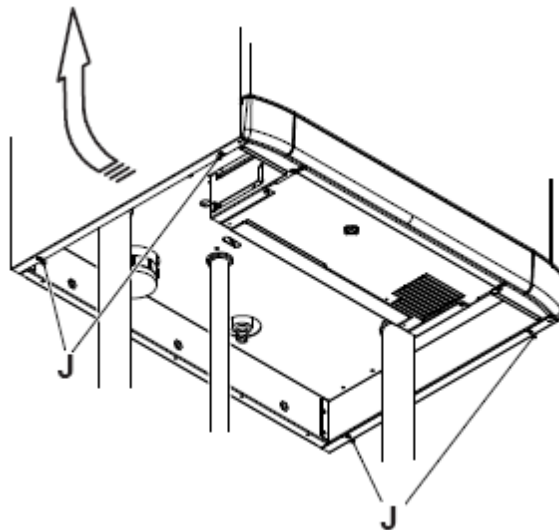

рис. 9.2
- Открутите винты J (см. рис. 9.2) и снимите две боковые панели, толчком вперёд, снимая их с верхних крючков.